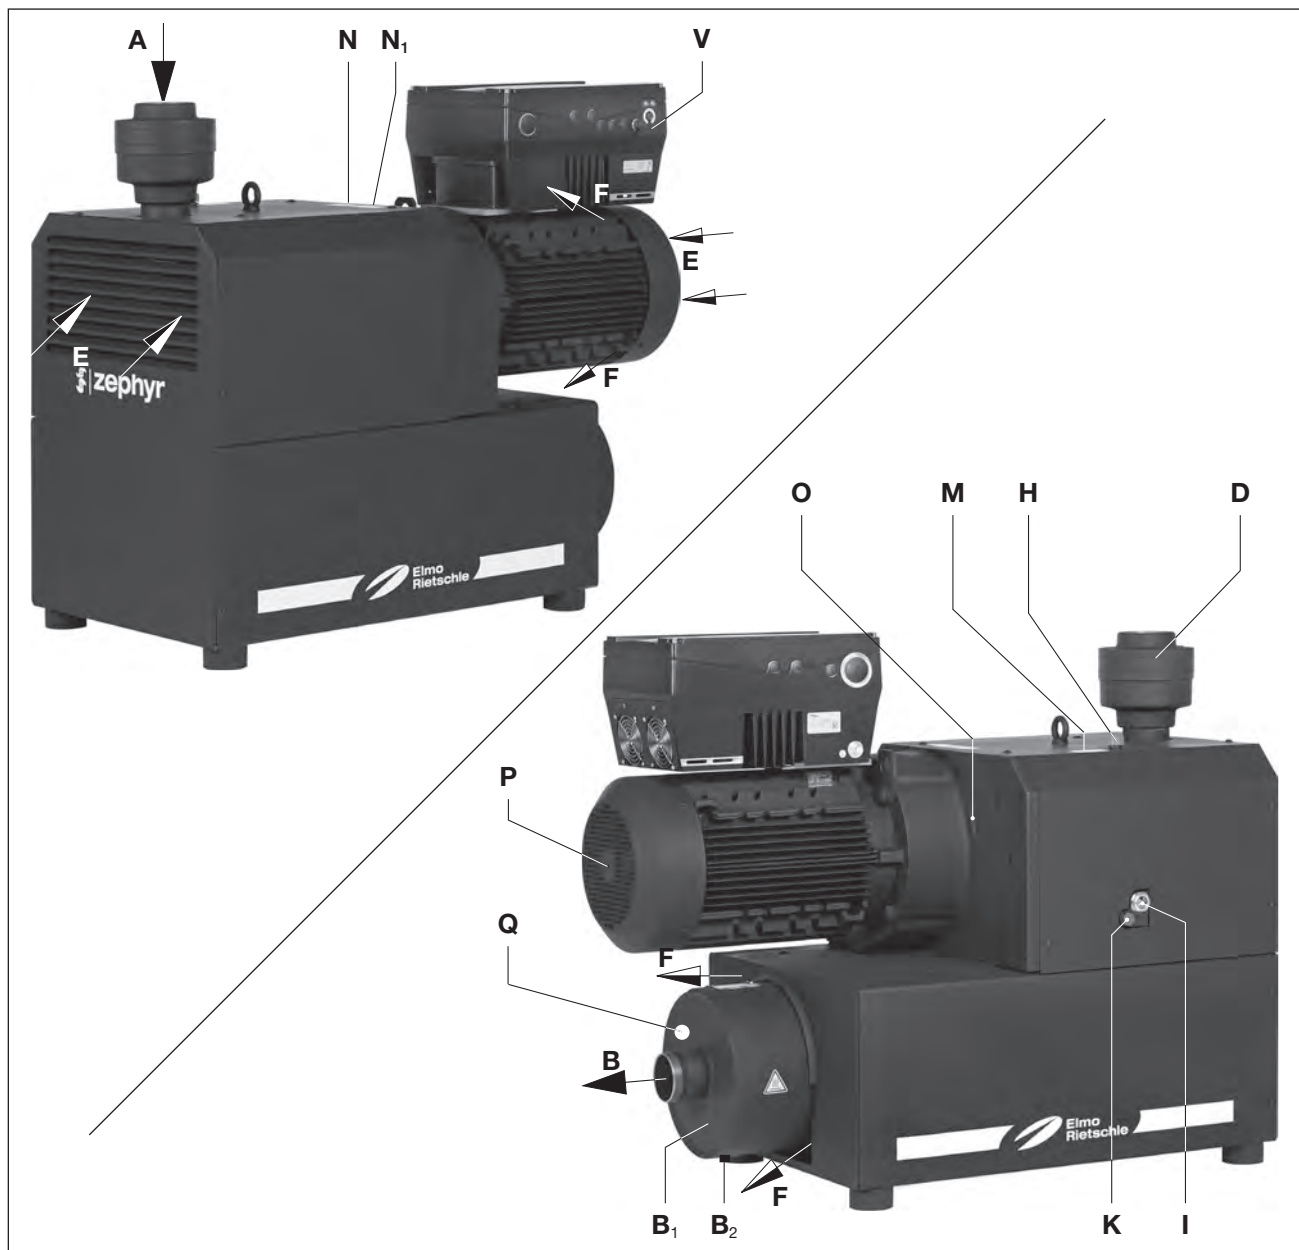

Abb. 2 Vakuumpumpe C-VLR 401 und C-VLR 501
- die Maschine darf im Drehzahl- und Frequenzbereich gemäß Datenschild (Abb. 2/N1) betrieben werden
Die Type C-VLR 401 und C-VLR 501 hat saugseitig einen Anschlussflansch und druckseitig einen Ausblasschalldämpfer (Abb. 2/B1). Die angesaugte Luft wird durch einen Siebfilter gereinigt. Ein Rückschlagventil (Abb. 2/D) verhindert ein Belüften des evakuierten Systems nach dem Abstellen der Pumpe.
Die VLR 401 und VLR 501 ist durch eine Dämmhaube gekapselt. Um die Verdichtungswärme abzuführen, wird die Kühlluft mit Hilfe eines Trommellüfters, welcher die frische Kühlluft (Abb. 2/E) ansaugt und die erwärmte Luft am Kühlluftaustritt (Abb. 2/F) ausbläst, zwischen dem Verdichter und der Haube hindurchgesaugt.
Der Drehstrommotor mit integriertem Frequenzumrichter (Abb. 2/V) ermöglicht stufenlose Regelung der Drehzahl.
Öl-Einfüllstelle (Abb. 2/H), Öl-Schaugläser (Abb. 2/I) und Öl-Ablässe (Abb. 2/K) müssen leicht zugänglich sein.
Die Kühlluft-Eintritte (Abb. 2/E) und die Kühlluft-Austritte (Abb. 2/F) müssen mindestens 30 cm Abstand zu benachbarten Wänden haben. Austretende Kühlluft darf nicht wieder angesaugt werden.
- a) Vakuumananschluss bei (Abb. 2/A).
- c) Die abgesaugte Luft kann durch den Ausblasschalldämpfer bei (Abb. 2/B) ausgeblasen oder über eine Leitung weggeführt werden.
- a) Das Schmieröl (geeignete Sorten siehe "Wartung") für die Zahnräder und Lager an der Öleinfüllstelle (Abb. 2/H) bis zur Mitte an den Schaugläsern (Abb. 2/I) auffüllen.
- b) Frequenzumrichter (Abb. 2/V) entsprechend der Betriebsanleitung 610.00260.01.000 oder des beigelegten Anschlussschemas anschließen. Für die Einhaltung der Schutzart (IP 65) sind geeignete Kabelverschraubungen bzw. Verschlüsse vorzusehen.